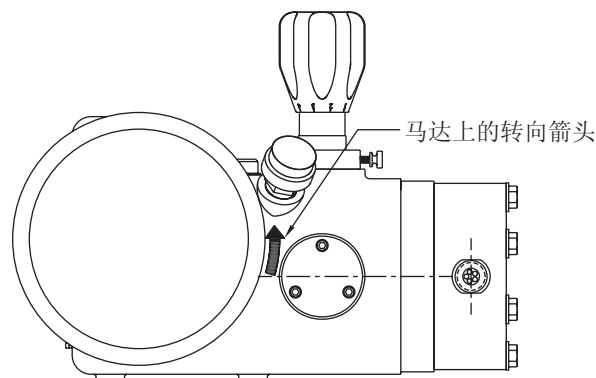

图1
1.0.6 的供电必须符合马达铭牌上的电气特性。马达转向从马达顶或俯视泵时为逆时针。齿轮箱上的箭头也标示了正确的转向（见图1）。
请注意图1，该图指示的是正确的转向。